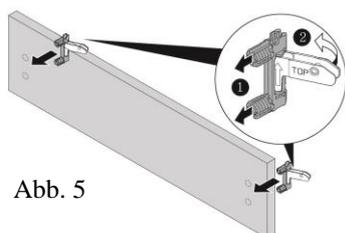

Abb. 5
Die Frontbefestigung einpressen ① und durch Drehen ② festklemmen (Abb. 5).